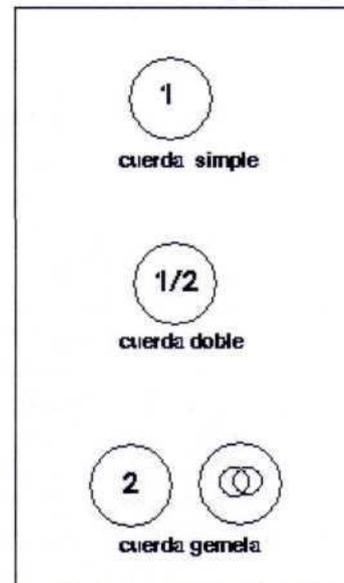

Figura 2.
-*Cuerdas simples*, de diámetro 9.5 a 11 mm, se usan en simple y vienen marcadas por un 1 dentro de un círculo (figura 2), son las que más se usan, pero al ir en simple son más propensas a romperse al rozar con las aristas, debemos asegurarnos siempre de su buen estado.
-*Cuerdas dobles*, de diámetros 8.5 a 9 mm, se usan en doble pitonando alternativamente los mosquetones (figura 3). Se usan fundamentalmente en glaciares y escalada artificial porque al pitonar cada cuerda la mitad corren mejor, al ser doble es más difícil que partan las dos en una arista, pero es más peso y más bulto que las simples. Deben de ser bicolors (distinto color de una mitad y la otra) para su facilidad de manejo. Vienen marcadas con  $\frac{1}{2}$  dentro de un círculo (figura 2).
-*Cuerdas gemelas*, de diámetro 7 a 8 mm, se usan en doble como si fuesen una simple, es decir *siempre pitonando todos los mosquetones* (figura 4), son poco usadas, su única ventaja es su mayor resistencia a la rotura por corte en aristas, son prácticas en caso de tener que realizar muchos rápeles (son muy ligeras y se lleva el doble de cuerda), pero son propensas a liarse. Vienen marcadas con un 2 o dos círculos cruzados dentro de un círculo (figura 2).